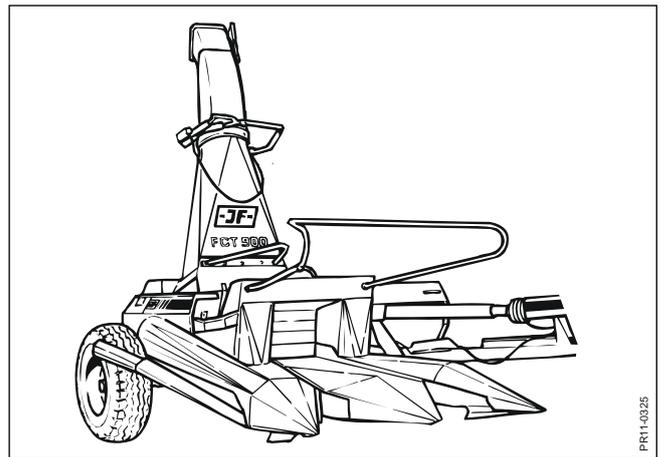

Fig. 3.14
- Fig. 3.14** Monter 2 diviseurs au côté droit du bec à maïs.